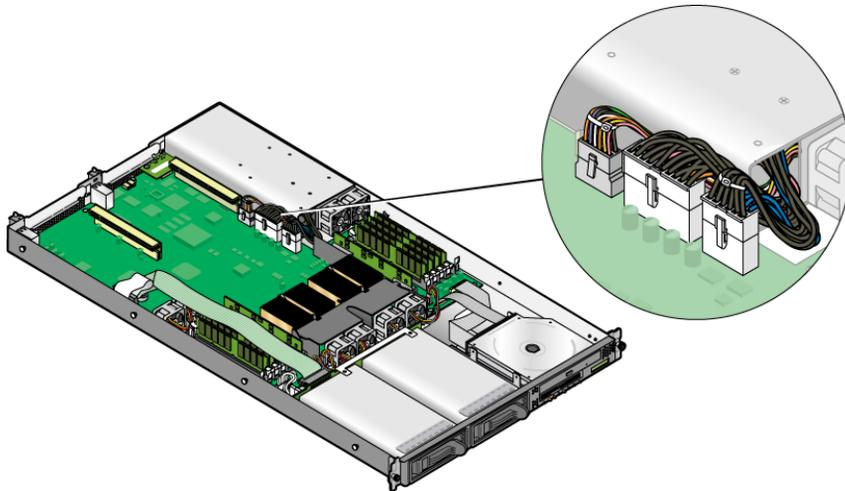

FIGURE 3-19 Déconnexion des câbles d'alimentation
3. Déconnectez-les trois câbles d'alimentation de la carte mère (voir FIGURE 3-19).